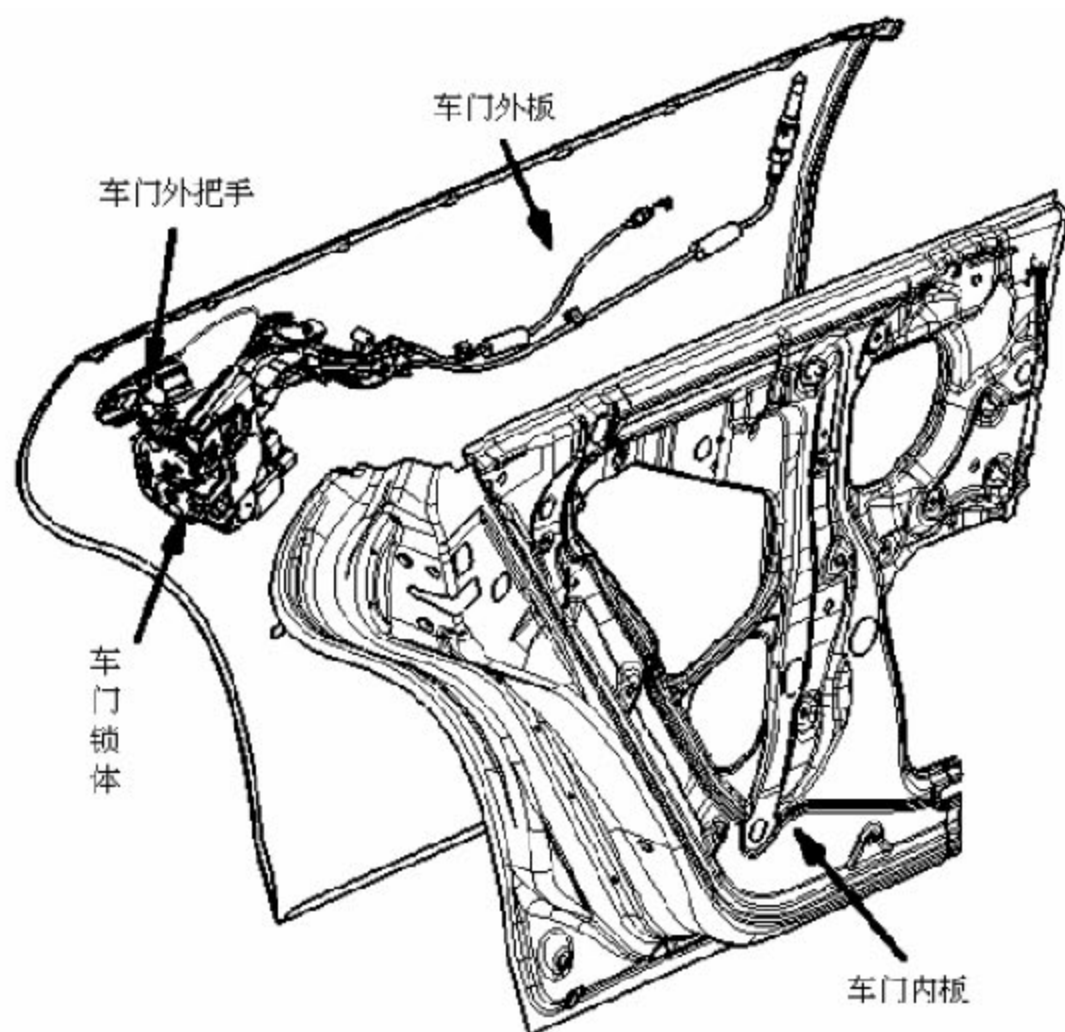

图3 左后门锁体周边
参照图 3 和 4，按照以下步骤完成左后门锁的拆卸：
- ① 拆下如图 3 所示位置的螺钉和螺栓，需要的话要先拆下相应的贴片和堵盖；
- ② 透过贴片孔拆下外把手上的两个螺栓，取下外把手的前后护板；
- ③ 通过车门内外板上的过孔将锁体和外把手取出。